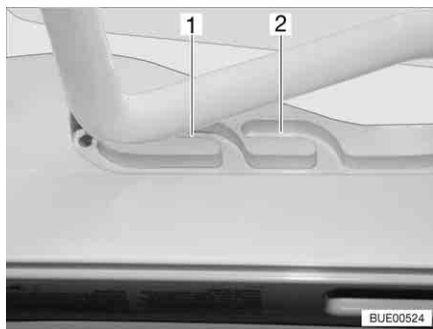
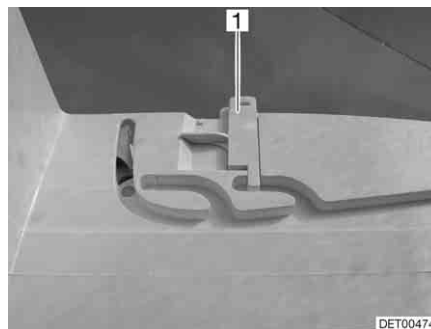

Fig. 38 Guida (posizione di ricircolo d'aria)
Fig. 39 Bloccaggio (posizione di ricircolo d'aria)
È possibile portare l'oblò Heki in due posizioni di ricircolo d'aria: Posizione brutto tempo (Fig. 38,1) e posizione centrale (Fig. 38,2). A seconda del modello è possibile bloccare l'oblò nella posizione centrale con il chiavistello (Fig. 39,1).
- Premere la staffa leggermente verso l'alto, spingerla nella guida selezionata (Fig. 38,1 o 2) ed eventualmente bloccarla.